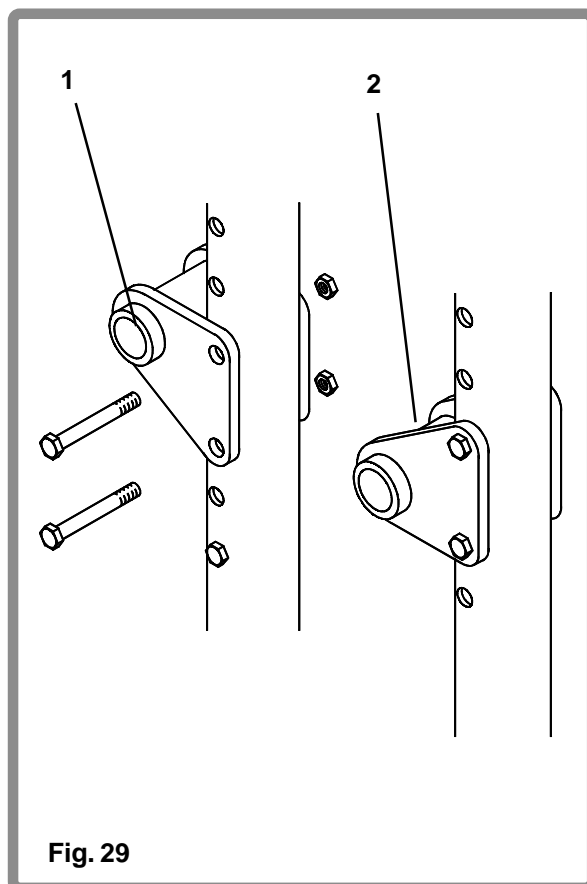

Fig. 29
Pour régler la hauteur de l'arrière du siège (Fig. 29), placer le support d'axe arrière (1) en position basse (2). Lorsque le support se trouve en position basse, le siège est dans sa position la plus haute. Pour passer au réglage le plus bas, retirer les deux boulons de retenue avec une clef plate de 10 mm et inverser le support. Replacer les boulons et les écrous de retenue et serrer jusqu'à 8-10Nm